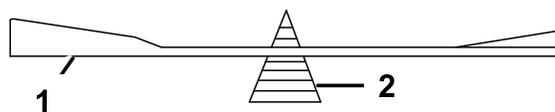

Рисунок 91
2. Проверьте балансировку ножа с помощью балансировочного устройства для ножей (Рисунок 91).